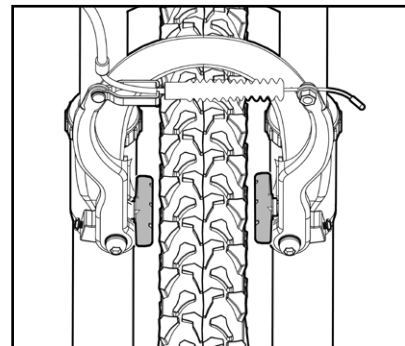
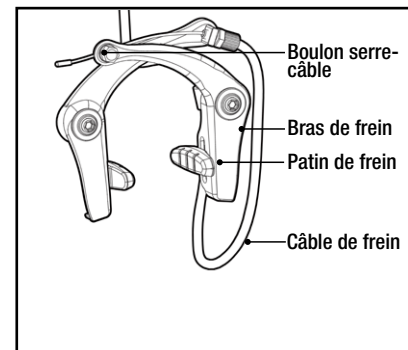

Figure 63
Figure 64
- Vérifiez que la roue est bien centrée dans les pattes et qu'elle n'est pas excentrée (voir la Figure 63).
- À l'aide d'une clé Allen de 4, 5 ou 6 mm (C), réglez les boulons des patins de frein afin d'aligner ces derniers avec la courbe de la roue et de faire en sorte qu'ils entrent en contact avec le bord supérieur de la surface de freinage, non pas avec le pneu. Une fois les patins de frein correctement positionnés, resserrez les boulons.
- Une fois les patins de frein correctement positionnés, desserrez l'écrou serre-câble sur le bras de frein (voir la Figure 64). Comprimez fermement les patins de frein contre la jante du pneu, tendez le câble et resserrez l'écrou serre-câble à l'aide d'une clé Allen de 4, 5 ou 6 mm (C) ou d'une pince à joint coulissant standard.
- Si votre frein n'est pas centré ou que les patins n'entrent pas simultanément en contact avec la jante, desserrez l'écrou maintenant en place le frein sur la fourche (avant) ou le cadre (arrière) (voir la Figure 64). Serrez fermement le levier de frein et serrez l'écrou de frein tout en continuant à serrer le levier de frein. Serrez le levier de frein à plusieurs reprises pour vérifier si les freins sont centrés (voir la Figure 63).